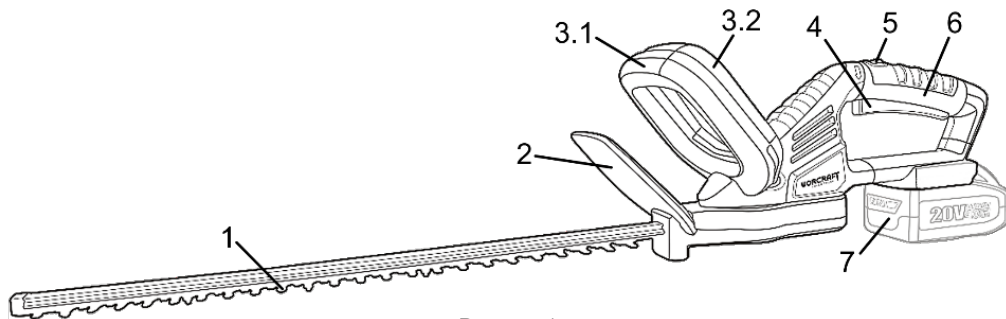

Рисунок 1
- від'єднати акумуляторну батарею (продається окремо!) від виробу та зовнішнім оглядом переконатися в цілісності корпусних деталей, рукояток, в справності різального полотна (1, рисунок 1);
- перевірити чіткість роботи пускової клавіші (10, рисунок 1) та важеля розблокування системи запуску (3, рисунок 1) на передній рукоятці через їх короточасне (2-3 рази) натискання;
- встановіть акумуляторну батарею (7, рисунок 1) (продається окремо!) у відповідне місце на захисному щитку задньої рукоятки;
- зніміть захисний кожух з різального полотна (1, рисунок 1);
- налаштуйте задню поворотну рукоятку (6, рисунок 1) для відповідного типу роботи. Для зміни положення рукоятки відносно корпусу двигуна, натисніть на кнопку розблокування положення (5, рисунок 1) та поверніть рукоятку на 90 градусів праворуч або ліворуч, а потім відпустіть кнопку розблокування. Перевірте надійність фіксації рукоятки в обраному положенні;
- для запуску двигуна кущоріза притисніть важіль розблокування системи запуску (3.1, рисунок 1) до передньої рукоятки (3.2, рисунок 1) та натисніть на пускову клавішу (4, рисунок 1);
- при роботі тримайте задню рукоятку (6, рисунок 1) однією рукою для легкого керування пусковою клавішею (4, рисунок 1), а іншою рукою міцно тримайте передню рукоятку (3.2, рисунок 1) для контролю руху кущоріза;